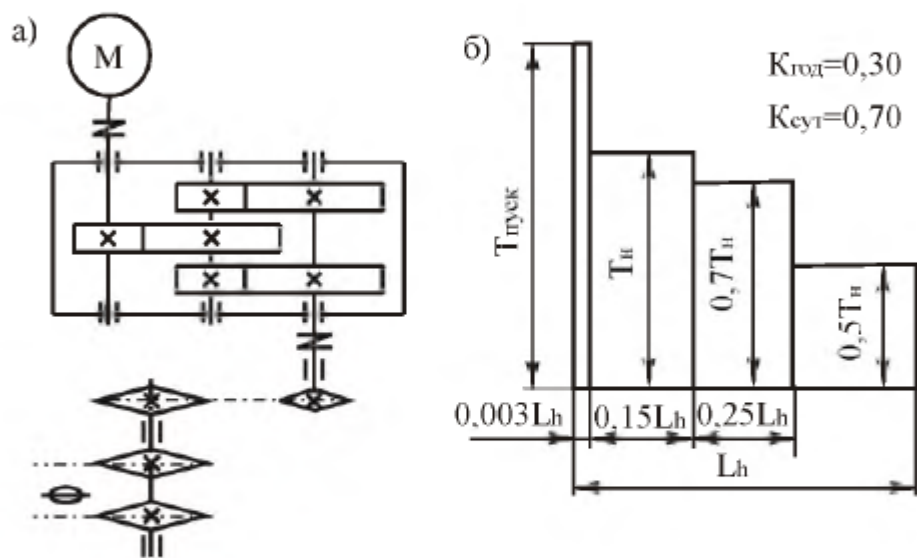

Рис. 6.21. Привод цепного конвейера:
**Тема 21.** Спроектировать привод цепного конвейера (рис. 6.21, табл. 6.21). Привод вала барабана цепного конвейера осуществляется от асинхронного электродвигателя общего машиностроительного применения через цилиндрический двухступенчатый редуктор и открытую цепную передачу. Тихоходная ступень редуктора – цилиндрическая раздвоенная. Входной вал редуктора соединен с валом электродвигателя упругой муфтой.